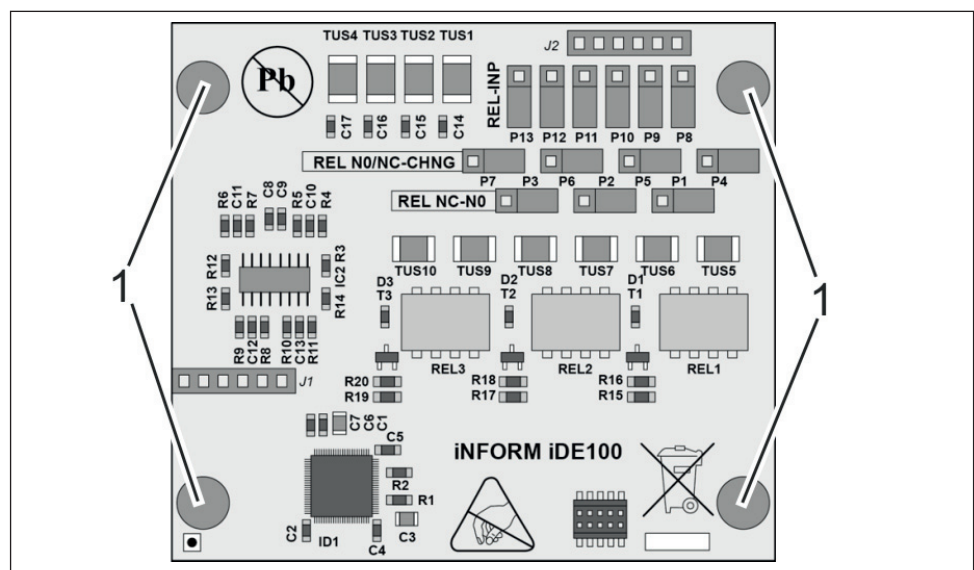

Abb. 22: Abstandhalter I/O Board
2. Abstandshalter zum Controller (Abb. 22/1) am Zusatzmodul anbringen (4x im Lieferumfang enthalten).